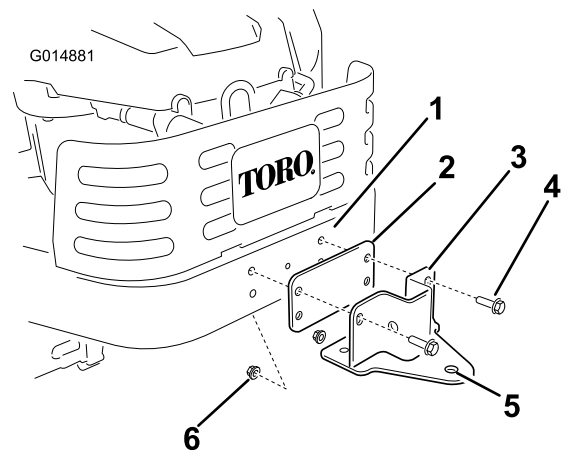

Figure 11
1. Trouvez la plaque intermédiaire de support du bâti ainsi que le support dans les pièces détachées. Montez la plaque et le support sur le châssis de la machine comme illustré (Figure 11). Fixez la plaque et le support au châssis avec deux boulons (5/16 x 1") et deux contre-écrous (5/16 pouce)".